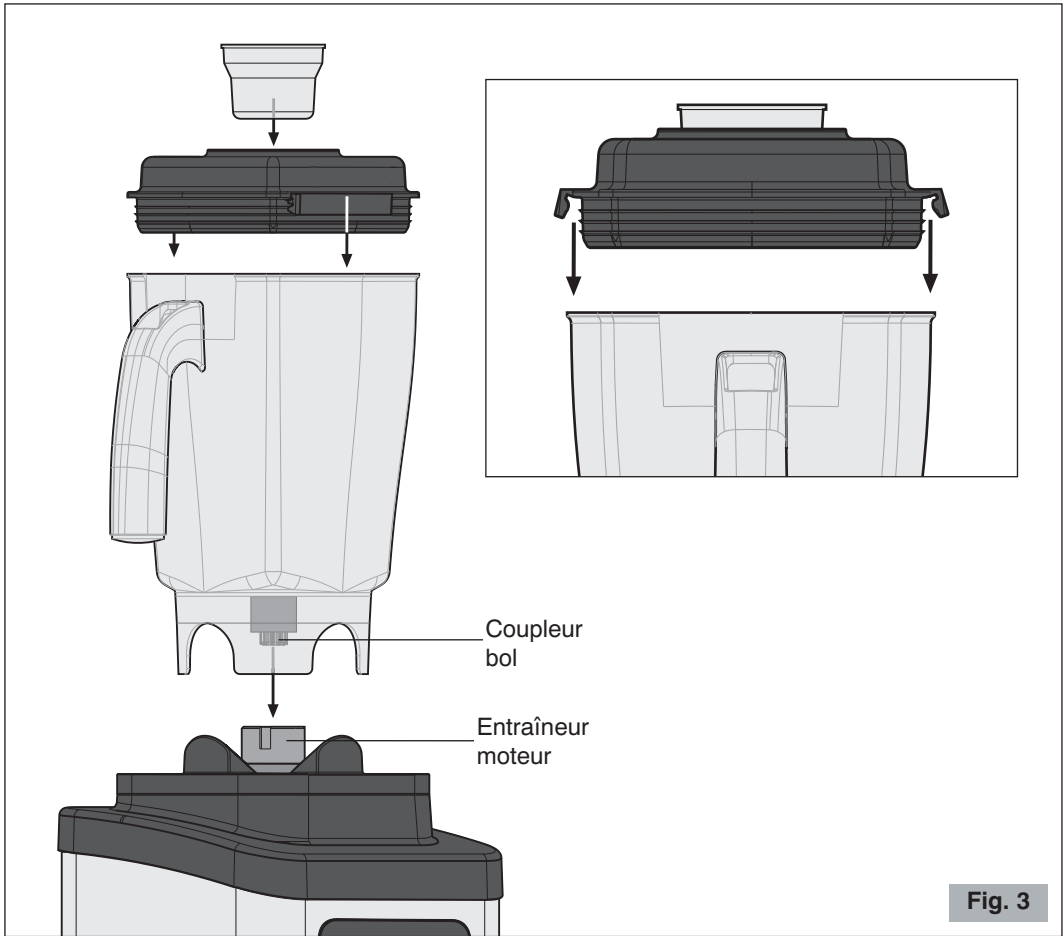

Fig. 3
- 2 Placer le récipient sur le socle en l'emboîtant dans son support comme indiqué dans la figure 3.
- 3 Mettre le couvercle dans le récipient en appuyant sur les crochets de fermeture (voir Fig. 3).